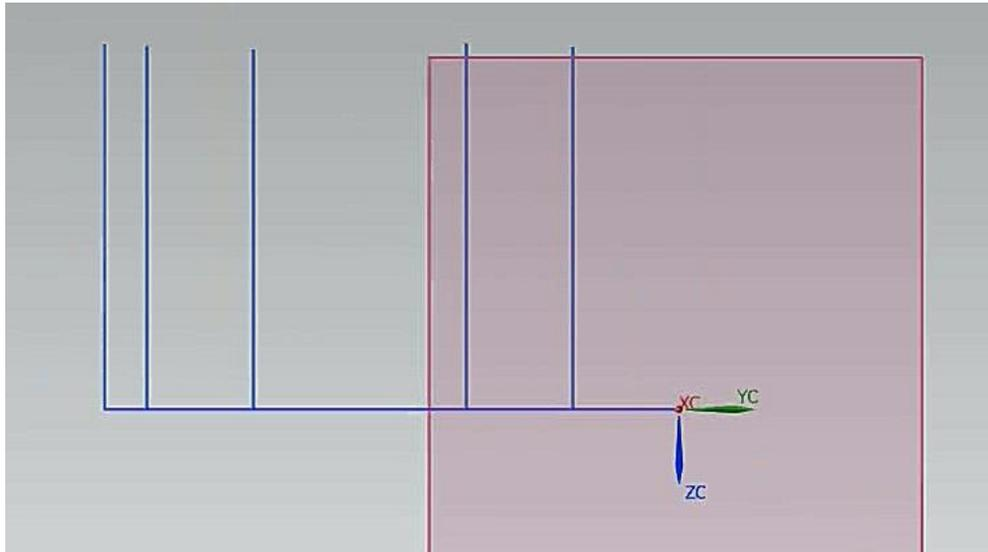

Figura 5.18 Trazo de líneas a 90°.
- El punto de inicio de cada línea deberá ser el punto final de cada línea trazada en el proceso anterior (Figura 5.18).
- Extender la línea a un punto por encima del **Datum Plane** procurando que ésta se encuentre a 90° (Figura 5.18).